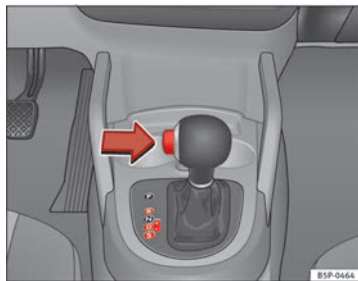

Fig. 148 Conducción
- Presione el pulsador del pomo (situado en la parte izquierda del mismo) ⇒ fig. 148.